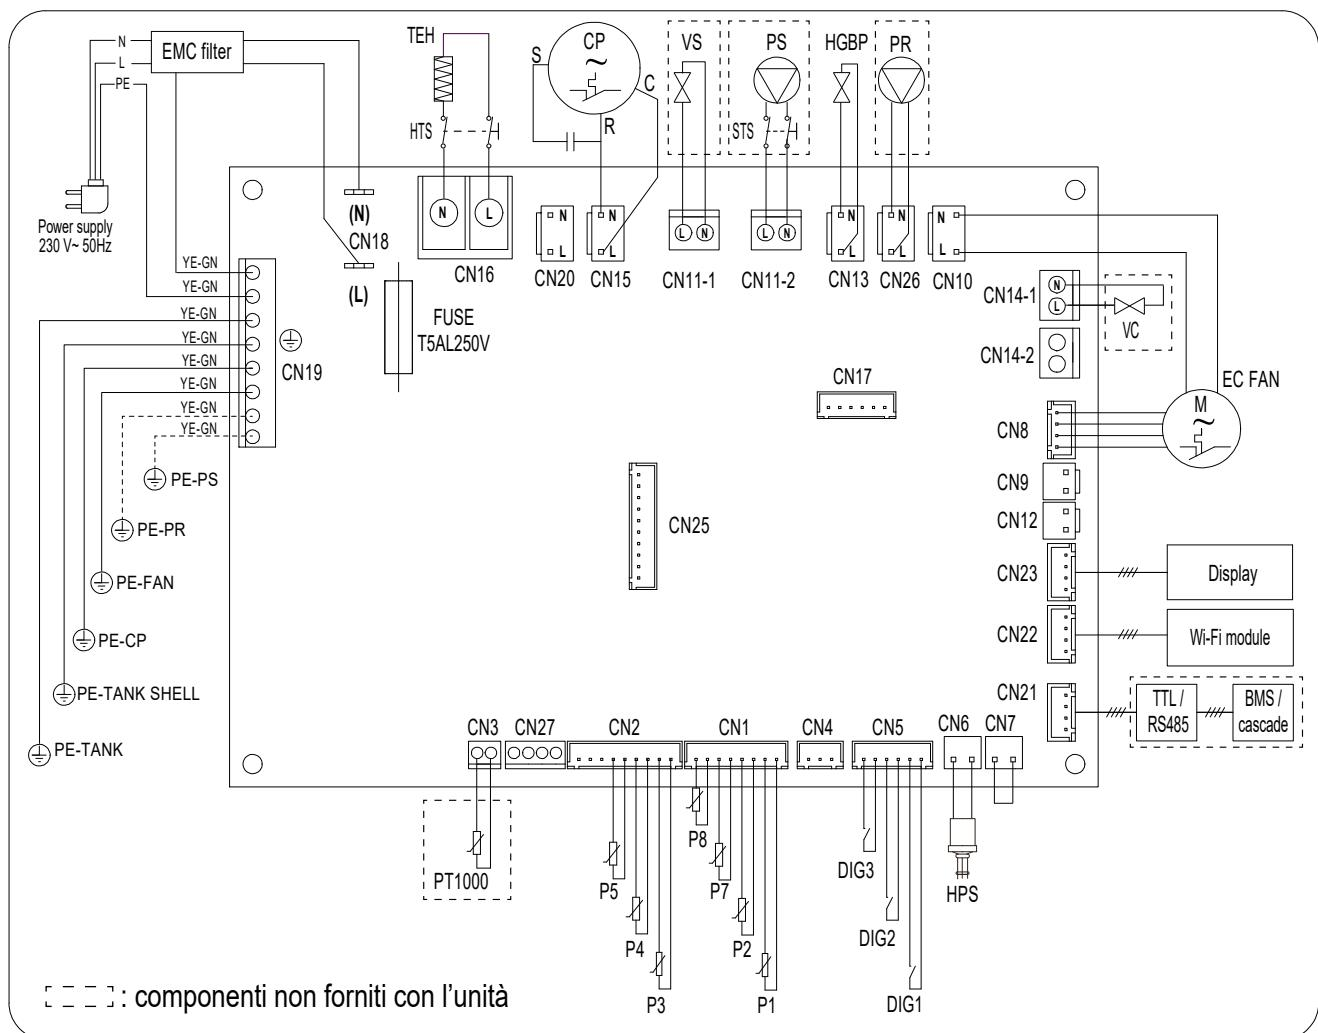

fig. 72 - Schema elettrico dell'apparecchiatura
- 1) La pompa di ricircolo (part.16) va collegata al morsetto CN26 della scheda madre del master (rif. "fig. 72 - Schema elettrico dell'apparecchiatura" a pagina 57).
- 2) Montare una valvola solenoide normalmente aperta (part. 19) per ciascuna unità della cascata. La valvola va collegata al morsetto CN14-1 (rif. "fig. 72 - Schema elettrico dell'apparecchiatura" a pagina 57) della scheda madre di ciascuna unità .
- La sonda PT1000 (part. 20) del pannello solare va collegata al morsetto CN3 (rif. "fig. 72 - Schema elettrico dell'apparecchiatura" a pagina 57) della scheda madre del master.
- La pompa solare (part. 25) va collegata al morsetto CN11-2 (rif. "fig. 72 - Schema elettrico dell'apparecchiatura" a pagina 57) della scheda madre del master. L'alimentazione elettrica della pompa solare va intercettata dai termostati di sicurezza solare (uno per ciascuna unità) che vanno collegati in serie: questo per consentire il blocco della pompa solare in caso di sovratemperatura in una delle unità della cascata
- Montare una valvola solenoide normalmente chiusa (part. 32) per ciascuna unità della cascata. La valvola va collegata al morsetto CN11-1 (rif. "fig. 72 - Schema elettrico dell'apparecchiatura" a pagina 57) della scheda madre di ciascuna unità.